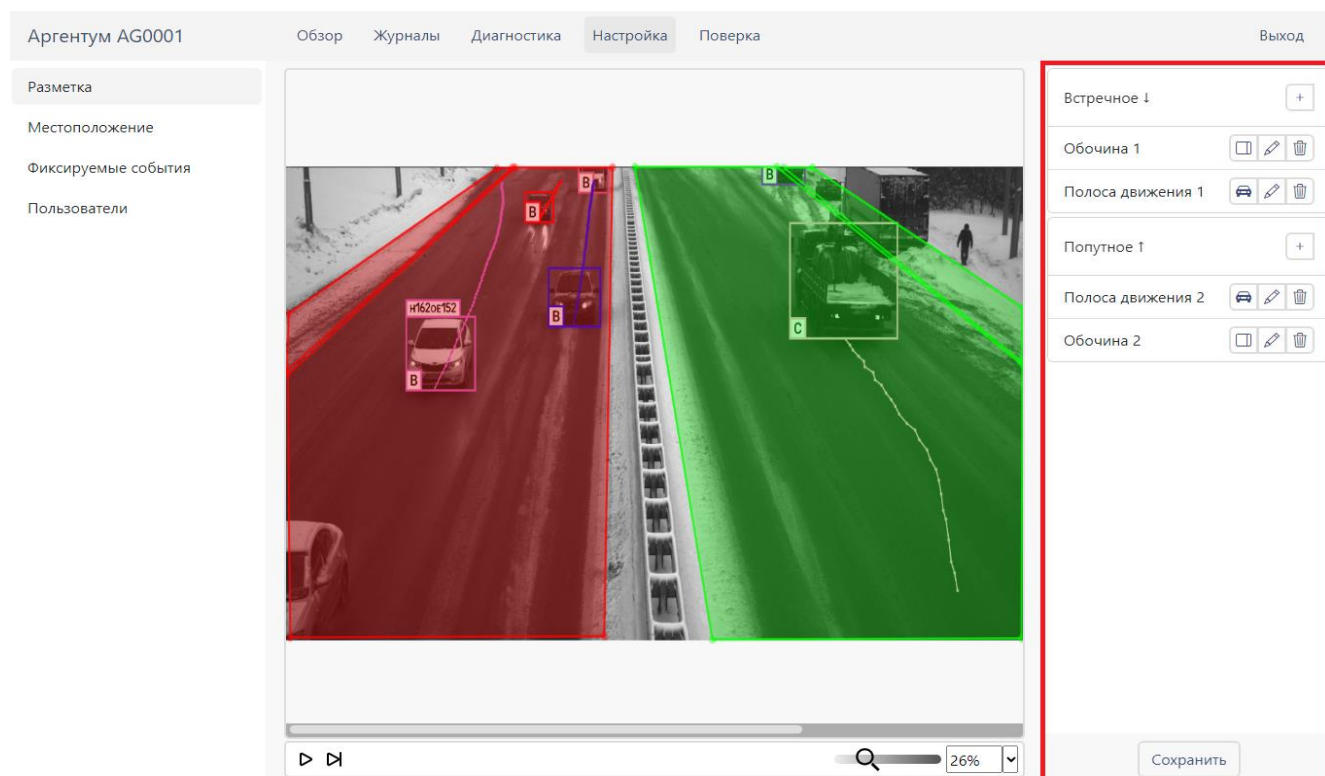

Рисунок 24: Панель управления разметкой полос движения
- **Панель управления разметкой полос движения с их привязкой к изображению в кадре** в правой части экрана (см. Рисунок 24: Панель управления разметкой полос движения⁴ ниже, панель управления разметкой полос движения отмечена красной рамкой):